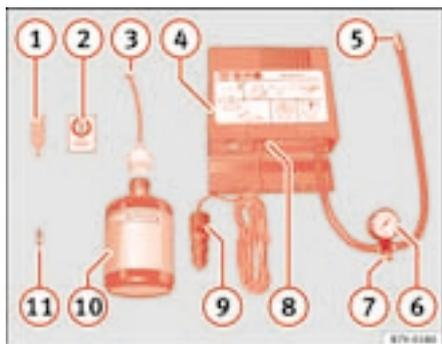

Abb. 156 Bestandteile des Pannensets
- Schrauben Sie den Reifenfüllschlauch ⇒ Abb. 156 ⑤ fest auf das Reifenventil.
- Stellen Sie sicher, dass die Luftdruckablassschraube ⑦ zuge dreht ist!
- Stecken Sie den Kabelstecker ⑨ in eine 12-Volt-Steckdose im Fahrzeug.
- Schalten Sie den Kompressor mit dem EIN / AUS-Schalter ⑧ für maximal 6 Minuten ein.